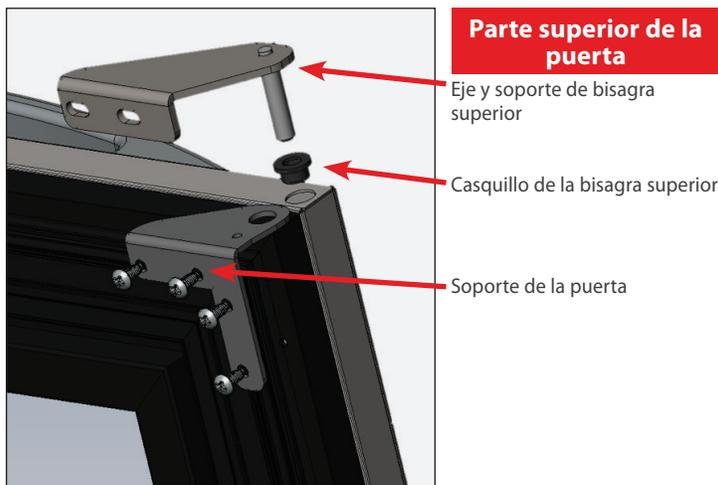

Fig. 4a. Componentes de la bisagra superior.
4. Desmonte todos los herrajes de la puerta, excepto el tirador de la puerta (véanse las fig. 4a y 4b). Coloque los soportes de la puerta a un lado.